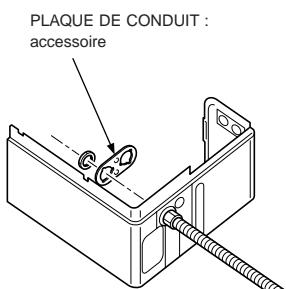

Fig. 6-1
6.2. Boîtier de commande et emplacement pour le raccordement des câbles (Fig. 6-1)
- Connectez la ligne de transmission de l'appareil intérieur au bloc de sorties de la ligne de transmission (TB3) ou connectez les fils entre les appareils extérieurs ou les fils du système de commande centrale au bloc de sorties de la commande centrale (TB7). Lorsqu'un câblage blindé est utilisé, connectez la terre blindée de la ligne de transmission de l'appareil intérieur à la vis de terre (⏚) et connectez la terre blindée de la ligne reliant les appareils extérieurs et la ligne de transmission du système de commande centrale à la borne de blindage (S) du bloc de sorties (TB7) de la commande centrale. De plus, si le connecteur d'alimentation CN41 des appareils extérieurs a été remplacé par CN40, la borne de blindage (S) du bloc de sorties (TB7) du système de commande centrale devrait également être reliée à la terre (⏚).